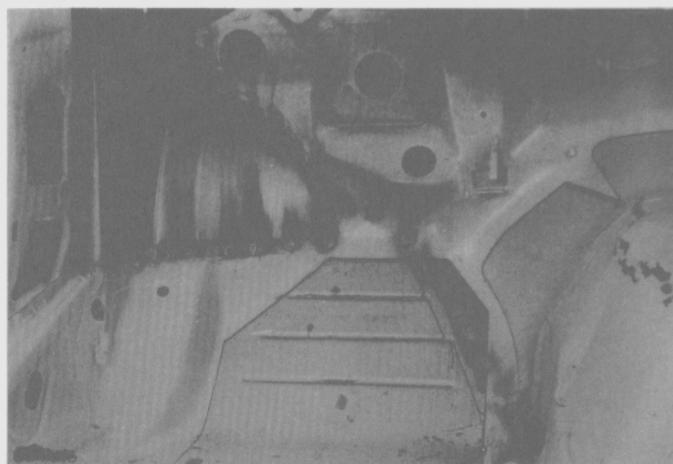
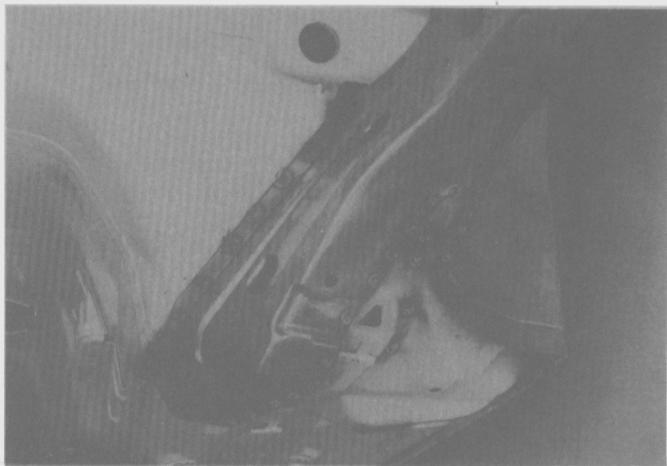

Fig. 152
Fig. 153
- Soldar por pudelado con metal en atmósfera de gas inerte el conjunto del larguero/guardabarro delantero interior al panel parallamas desde el lado derecho, (Fig. 152) y soldarlo luego por pudelado al piso de la carrocería (Fig. 153).